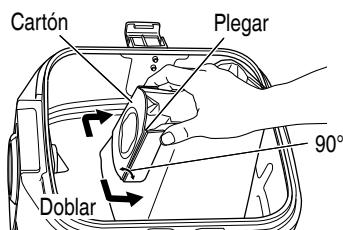

Fig. 28
- (2) Antes de acoplar el filtro en el aparato, doble los dos pliegues del cartón aproximadamente 90° en la dirección de la flecha. (Fig. 28)